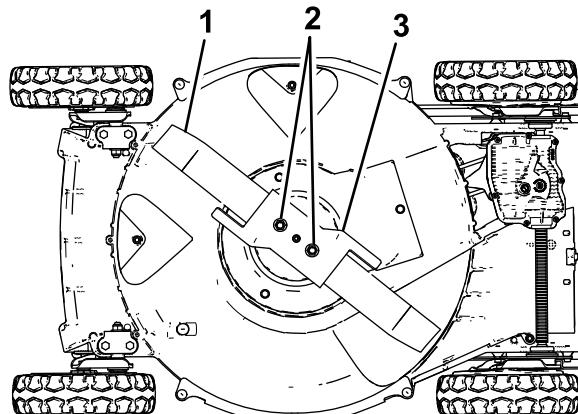

Figure 29
5. Basculez la machine sur le côté **droit** (filtre à air en haut), comme montré à la Figure 29.